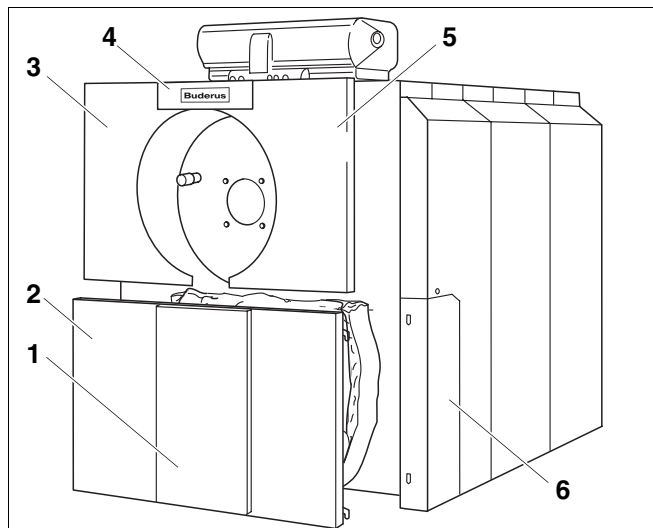

Fig. 28 Afmontering af forkappen
- Tag den øverste (fig. 28, **pos. 4**) og den nederste paneldel (fig. 28, **pos. 1**) af.
- Tag de øverste forvægge til venstre og højre af (fig. 28, **pos. 3 og 5**).
- Tag den nederste forvæg (fig. 28, **pos. 2**) af.
- Tag sidevægdelene til venstre og højre af (fig. 28, **pos. 6**).